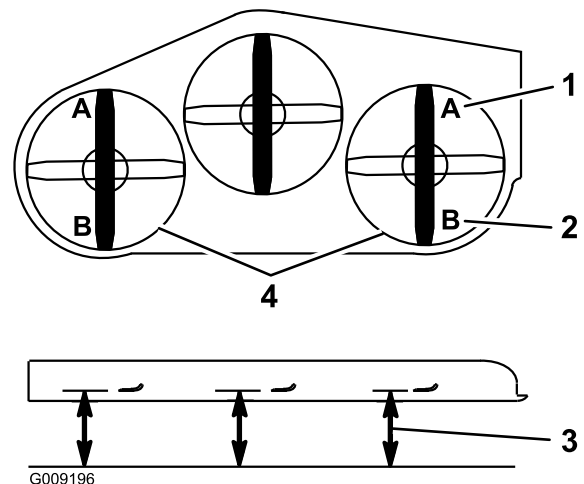

Figura 88
9. En ambos lados de la carcasa, mida desde la superficie nivelada hasta la punta delantera de la cuchilla (Posición A). La distancia debe ser de 7.6 cm (3 pulgadas) (Figura 88).
15. En ambos lados de la carcasa, mida desde la superficie nivelada hasta la punta trasera de la cuchilla (Posición B). La distancia debe ser de 8.3 cm (3-1/4 pulgadas) (Figura 88).